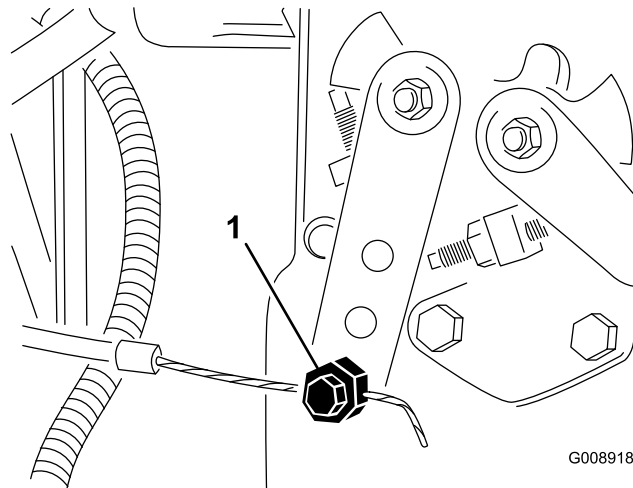

Figura 71
- Desaperte o dispositivo de ligação do cabo do regulador na alavanca da bomba de injeção (Figura 71).